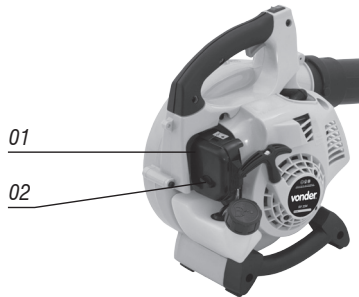

Fig. 8 – Elemento filtrante
1. Suelte el perno del filtro, pieza 2, Fig. 8;
2. Retire la tapa del filtro de aire, pieza 1, Fig. 8;